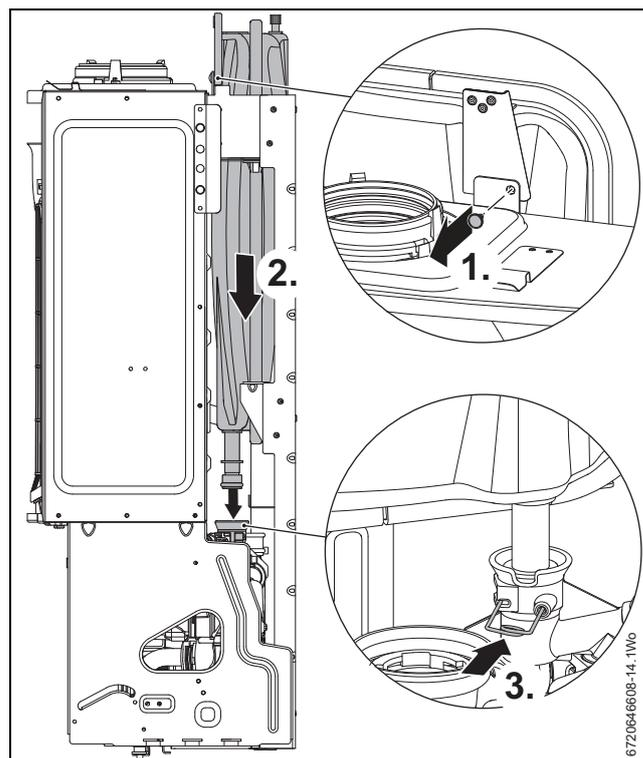

Fig. 34 Conexión de vaso del expansión
2. Asegurar que el clip de fijación en el grupo hidráulico esté completamente deslizado pero no quitado antes de colocar el tubo del vaso de expansión en el grupo hidráulico, véase fig. 34.